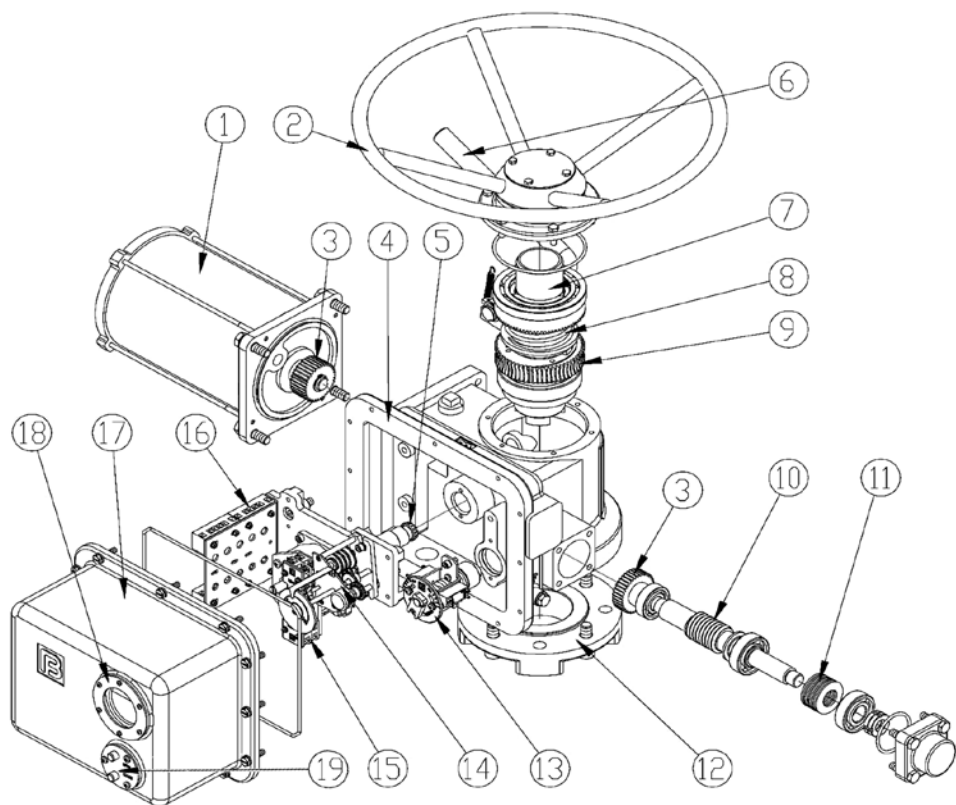
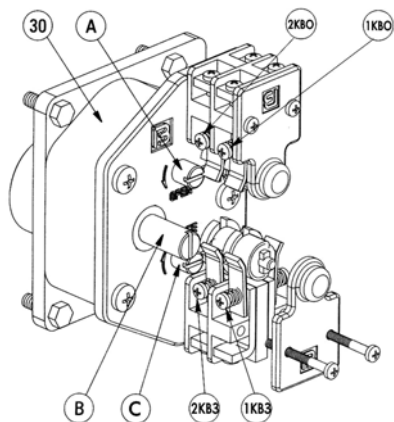

Рис.1 Электроприводы серии ГЗ-А, ГЗ-Б
Рис. 2 Ограничитель хода выходного вала
2.1 Электроприводы серии ГЗ-А, ГЗ-Б (рис. 1)
Ограничитель хода выходного вала состоит из редуктора 30 (рис. 2) и роторного механизма микровыключателей.
Двухсторонняя муфта ограничения крутящего момента (13) (рис. 1) состоит из червячного вала (10), сбалансированного по осевым перемещениям тарельчатыми пружинами (11) и ограничителя крутящего момента с пластиной С (рис 3).
Индикатор положения затвора арматуры (15) (рис. 1) состоит из набора установочных шестерен, потенциометра (40), регулируемых дисков с указателем положения затвора (47, 48). На стержне (42) имеется 4 зубчатых зацепления, позволяющих фиксировать шестерню (43), для трехступенчатой индикации положения затвора арматуры.
Вращение от электродвигателя (1) (рис. 1) через прямозубую цилиндрическую шестерню (3) передаётся на червячный редуктор (9, 10), который обеспечивает вращательное движение выходного вала (7) и через кулачковую муфту преобразуется в поступательное движение штока затвора арматуры.
Ограничитель хода выходного вала (рис. 2) через переходной вал (5) (рис. 1) механически связан с выходным валом электропривода. После надлежащей настройки ограничитель хода выходного вала соответствует определенным положениям затвора. При достижении затвором арматуры этих положений срабатывают соответствующие микровыключатели, отключая электропитание электродвигателя.
Индикатор положения затвора арматуры (15) (рис. 1) механически связан с валом ограничителя хода выходного вала. После надлежащей настройки указания индикатора соответствуют определенным положениям затвора арматуры независимо от режима работы электропривода – ручного или электрического.